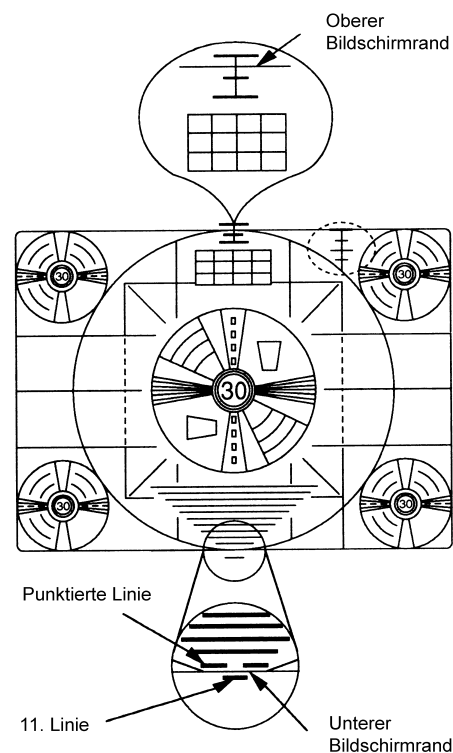

Abbildung 8-2
- Mit den Pfeiltasten "◀" und "▶" den oberen und unteren Rand des Kreistestbildes entsprechend siehe Abbildung 8-2 einstellen.